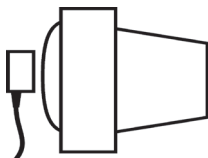

Рис.2
6.9.1 При измерении яркости экранов видеодисплеев терминалов и экранов мониторов персональных электронно-вычислительных машин расположите измерительную головку прибора параллельно плоскости экрана на расстоянии 1–4 мм (Рис.2). Входное окно фотоприемников должны быть обращено по направлению к плоскости экрана, при этом диаметр измеряемой площадки не превышает 7–9 мм.